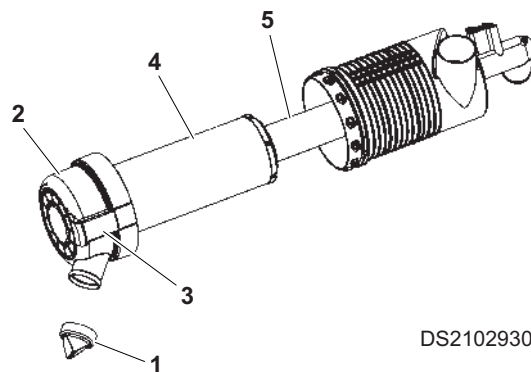

Figura 56
2. Retire y limpie la válvula de escape de goma (1, Figura 56) de la parte inferior de la tapa de la carcasa del purificador de aire (2). Inspeccione cualquier posible indicio de desperfecto o desgaste de los bordes sellantes. Cambie la válvula en caso necesario.